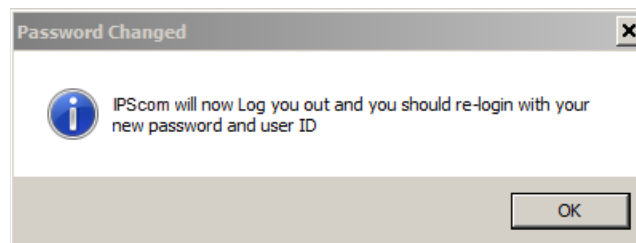

Figura 3-11 Pantalla de confirmación de salir de sesión contraseña guardada
6. Cuando la Contraseña se ha cambiado en el unidad IPScom mostrará la pantalla de confirmación "Contraseña modificada Cerrar sesión" (Figura 3-11).